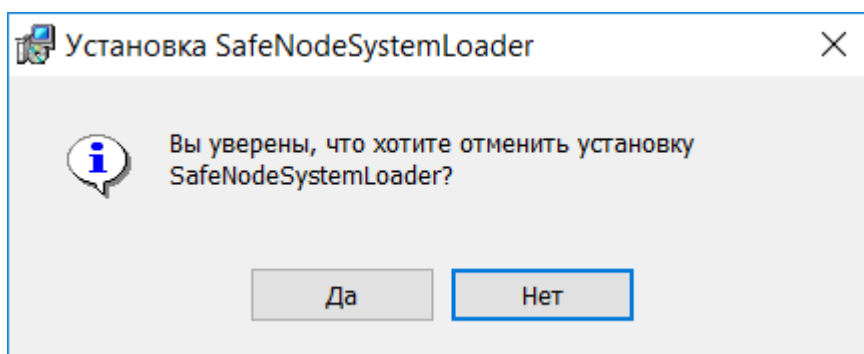

Рисунок 3.2 – Окно прекращения установки
3.2.2 В любой момент времени установка может быть отменена, для этого необходимо нажать кнопку «**Отмена**», при этом на экране ЭВМ появится окно (рисунок 3.2).